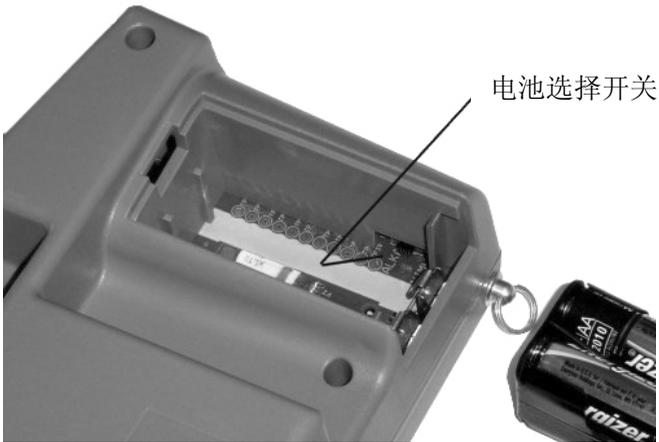

图 6: 电池型式选择开关位置
4. 参阅图 6 设定电池选择开关来指示你使用中的电池类型。
5. 确认电池选择开关设定正确（图 6）。